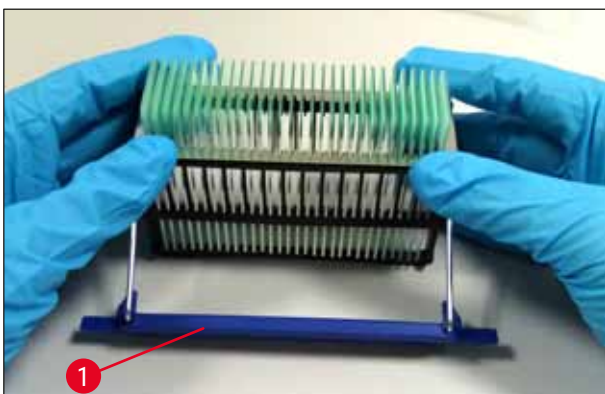

Bild 35
3. Placera klämman försiktigt över preparatglaset och se till att endast ett preparatglas sitter i respektive skåra på klämman (→ Bild 35).
5. Tryck försiktigt ner klämman med båda händerna tills den snäpper fast (→ Bild 35).